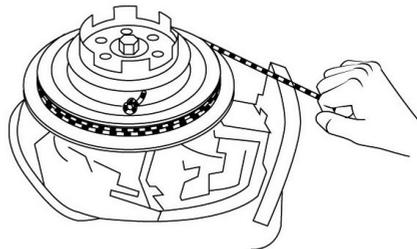

Рис. 44 Запуск двигателя
- Завяжите на свободном конце шнура узел. Вставьте конец шнура с узлом в паз на маховике и намотайте шнур несколько раз вокруг маховика по часовой стрелке (Рис. 44).